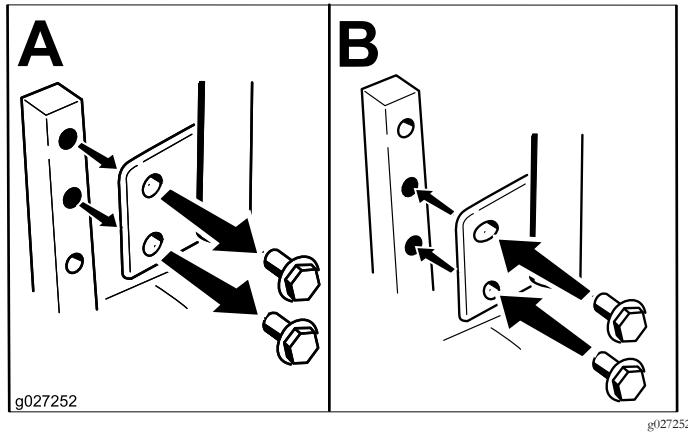

Figura 13
Pode ajustar as alavancas de controlo de movimento mais para cima ou mais para baixo para um maior conforto (Figura 13).
2. Desaperte o parafuso inferior o suficiente para rodar a alavanca de controlo para a frente ou para trás (Figura 13).